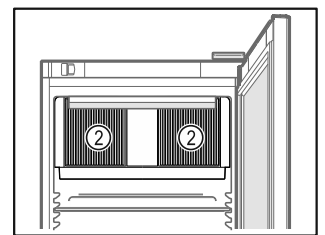

Fig. 49
- Lüftungsschlitze Fig. 49 (2) des Umluftgebläses im Innenraum freihalten.